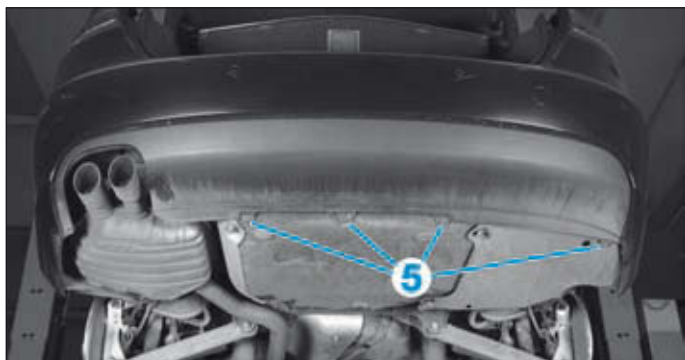

FIG. 106
- les vis (5) de la partie inférieure du bouclier (Fig.106).